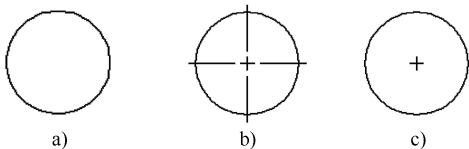

图 9-9 圆心标记
(1) “无”单选按钮：既不产生中心标记，也不产生中心线，如图9-9所示。